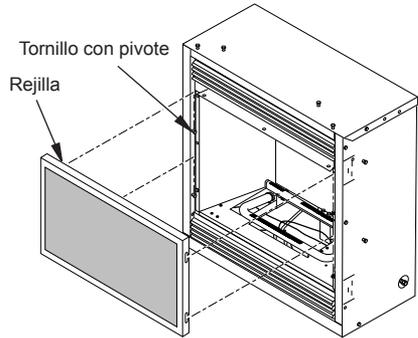

Figura 3 - Extracción y instalación de la rejilla
1. Si equipado, levante la rejilla de la chimenea y júlela hacia afuera para sacarla (consulte la figura 3).